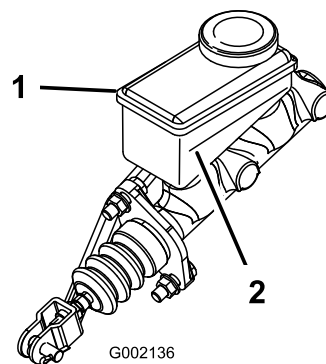

Figura 38
3. Guardate il fianco del serbatoio. L'olio deve superare la linea del minimo (Figura 38). Se il livello è basso, pulite attorno al tappo, rimuovete il tappo e rabboccate fino a superare la linea del minimo. Non riempite troppo.